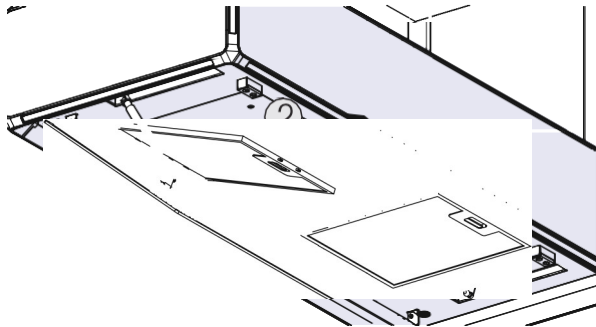

Fig. 34: Borttagning av aluminiumfettfilter
1. ➡ Öppna upp (Fig. 34/1).
3. ➡ Öppna låset på fettfiltret (Fig. 34/2) och se till att det inte faller ner.
4. ➡ Luta fettfiltret framåt och lyft ut det (Fig. 34/3).